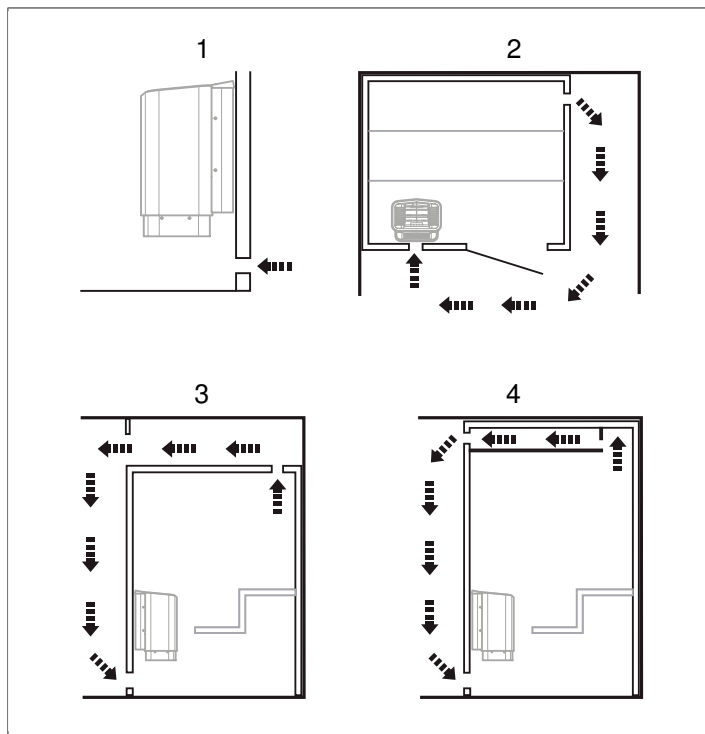

Рисунок 7: Установка впускного и выпускного клапана
- с максимальным расстоянием до впускного клапана, например, по диагонали (см. **Рисунок 7**, страница 4).
- высоко на стене или на потолке (см. **Рисунок 7**, страница 4).